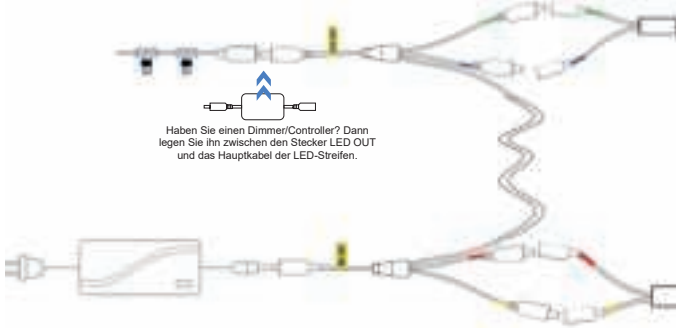

Abb. 5
- Am oberen Ende der Treppe verbinden Sie den 'LED OUT' Stecker des Sensorkabels mit dem Hauptkabel der Led Streifen (siehe Abb. 5). Zuletzt schließen Sie den 'AD IN' Stecker an den Adapter an .**